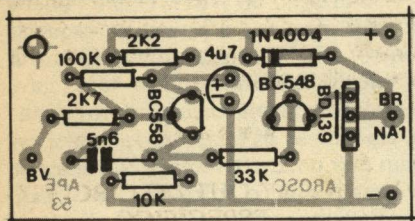

Fig. 3
- FIG. 3 - "CHAFEADO" DA PLACA - Virando-se a placa, vemos agora sua face não cobreada, com os componentes da parte puramente eletrônica todos posicionados e identificados, na norma adotada por APE para a estilização... Atenção (como sempre...) aos componentes polarizados: o BD139 fica com sua face metalizada voltada